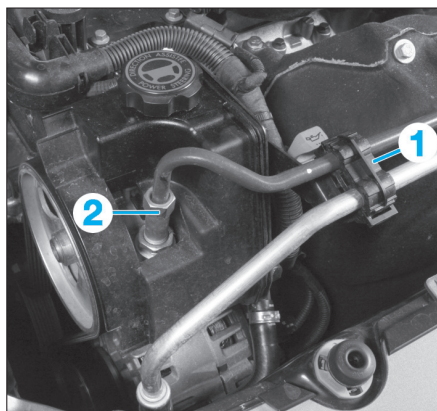
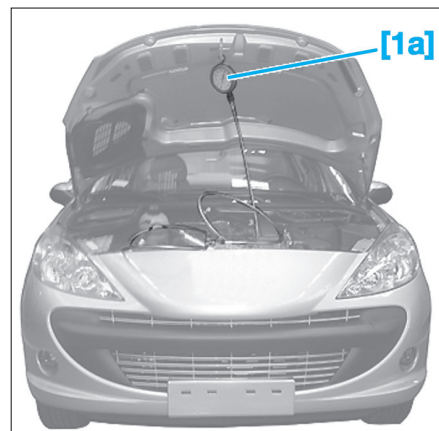

Fig. 24
Fig. 34
- Desserrer le raccord haute pression (1) (Fig.24).
- Dégrafer de la patte de maintien (2) le tuyau hydraulique.
- Ouvrir l'agrafe (1) (Fig.24).
- Desserrer le raccord haute pression (2) de la pompe d'assistance de direction.
- Accrocher l'outil [1a] au capot moteur (Fig.34).